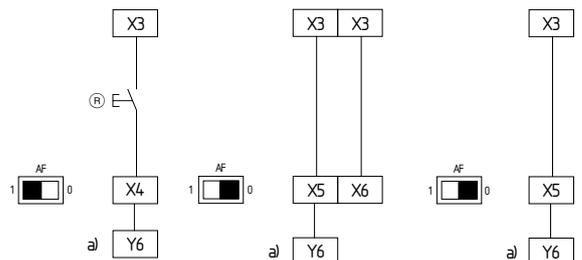

Fig. 7      Fig. 8: Ecart de temps ∞      Fig. 9: Décalage de temps 100 ms
**Bouton de réarmement externe (avec détection des flancs) (voir Fig. 7)**